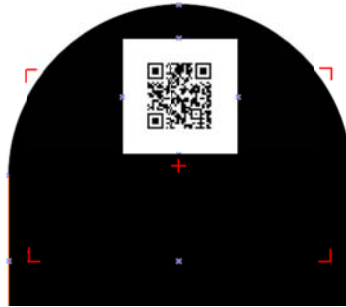

図 1-3 スタンドの位置その1の視野 (FOV)
**スタンド位置 1 :** スタンドの位置その 1 はほとんどのバーコードの主要な検証位置です。この位置での視野 (FOV)は 1.10”(27.94mm) x 1.10”(27.94mm) (図 1-3 白い四角) で、検証可能最大バーコードサイズは 1.0”(25.4mm) x 1.0”(25.4mm)です。バーコードに必要な最小 X - 寸法は 10 ミルです。